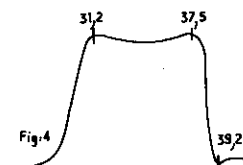

Fig. 4
- Visser le primaire du sélecteur V 7 pour amener le 37,5 au même niveau que le 31,2. (fig. 4)